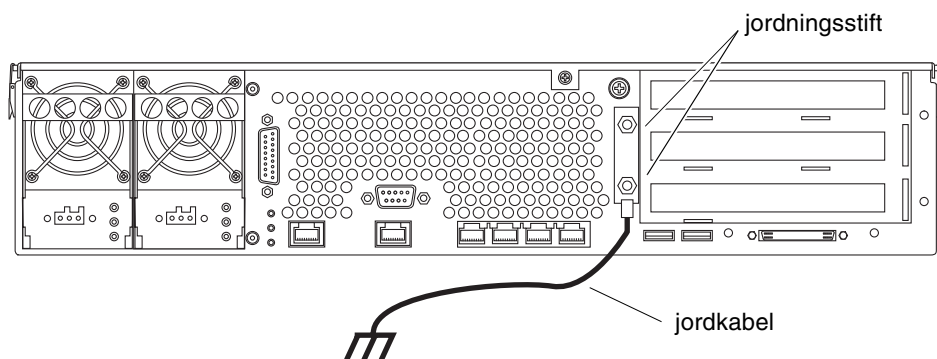

BILD 4-3 Placering av chassits jordningsstift
2. Gå till baksidan av servern och lokalisera chassits två jordningsstift (se BILD 4-3).